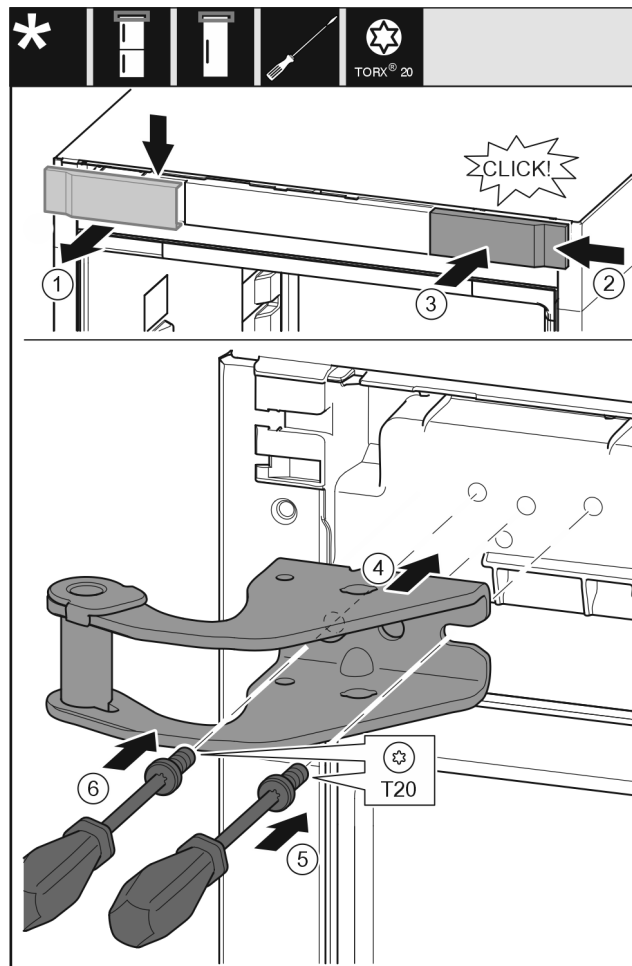

Fig. 9
- ▶ Odoberte kryt zhora dopredu. Fig. 9 (1)
- ▶ Kryt zaveste na druhú stranu sprava otočený o 180°. Fig. 9 (2)
- ▶ Kryt zaklapnite. Fig. 9 (3)
- ▶ Nasadíte hornú ložiskovú konzolu. Fig. 9 (4)
- ▶ Skrutku nasadíte a pevne zaskrutkujete skrutkovačom T20. Fig. 9 (5)
- ▶ Skrutku vložte a pevne zaskrutkujte skrutkovačom T20. Fig. 9 (6)